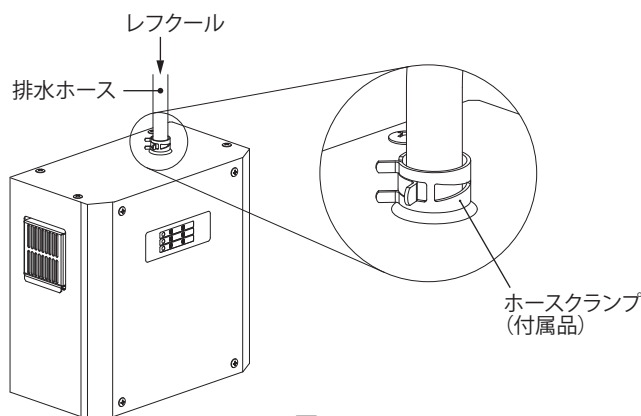

図 5
1. レフクールに接続した排水ホース（内径φ12mm）をドレン入水口に接続し、付属のホースクランプにて確実に固定してください（図 5）。また、排水に支障がないことを確認してください。